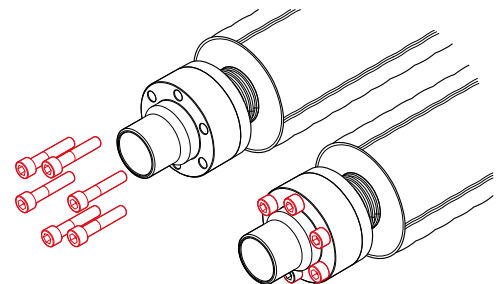

Рис. 4.5.8
8. Вставить крепежные болты, вкрутить их во фланец на 2–3 оборота (рис. 4.5.8).